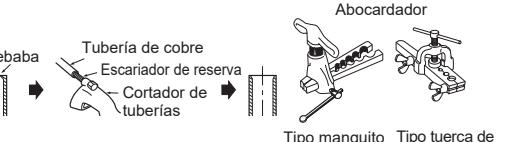

Fig. 3
- Elimine completamente las rebabas del corte transversal del tubo. (Fig. 3)